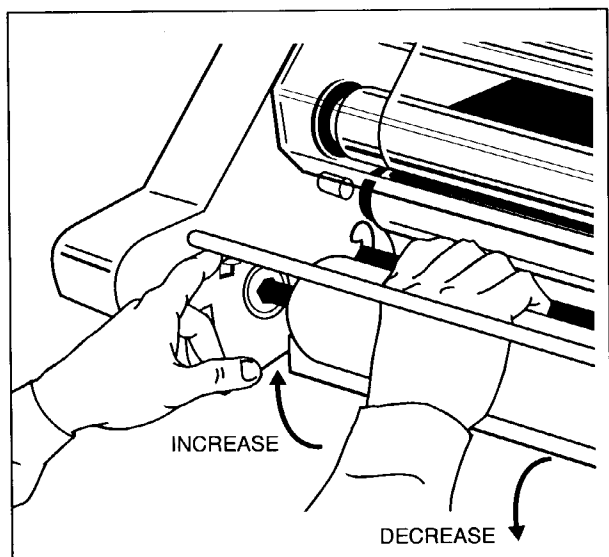

Fig. 18
1. To adjust the bottom brake. Push and hold the brake lever, (Figure 18), located on the left side frame by the roll of film. Rotate the roll of film until the lever engages the internal mechanism.
2. Refer to Figure 18 for the proper rotation of the film to increase or decrease the tension.
1. Um die untere Bremse zu justieren, rollen Sie ca. 61 cm des Films ab. Betätigen Sie den Brems-Hebel, der sich an der linken Rahmenseite bei der Folienrolle befindet und halten ihn fest (Abb. 18). Drehen Sie die Folienrolle bis der Hebel einrastet.
2. Siehe (Abb. 18) für die richtige Drehung des Bremses, um die Spannung zu erhöhen oder zu verringern.
1. Rol ongeveer 60 cm film af om de onderste rem bij te stellen. Duw de remhendel (zie afb. 18) naar beneden en houd deze vast; de remhendel bevindt zich aan de linkerkant naast de filmrol. Roteer de rol film totdat de hendel vastgrijpt in het interne mechanisme.
2. Zie afb. 18 voor de juiste rotatierichting voor het verhogen of verlagen van de spanning.
1. Pour régler le frein inférieur, déroulez 60 cm de film. Poussez et maintenez le levier de frein (figure 18) situé sur le côté gauche du châssis, près de la bobine de film. Faites tourner la bobine jusqu'à ce que le levier enclenche le mécanisme interne.
2. Reportez-vous à la figure 18 pour augmenter ou diminuer la tension et assurer une rotation correcte de la bobine de film.